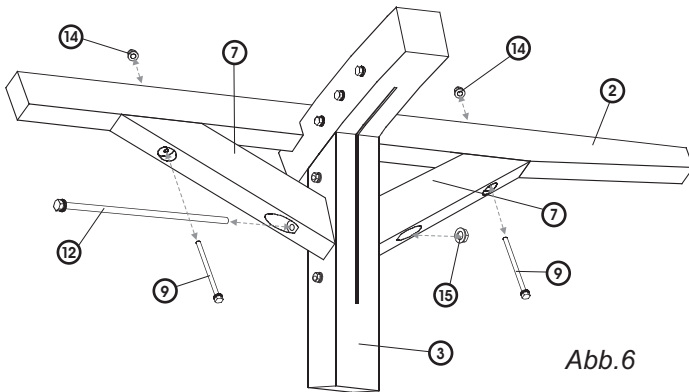

Abb. 6
d) Das Kopfband ⑦ wird an der äußeren Latte ② mit den Schrauben M10/165 ⑨, Muttern ⑭ und Unterlegscheiben ⑮ befestigt. Mit den Schrauben M12/300 ⑫, Muttern ⑮ und Unterlegscheiben ⑰ werden beide Kopfbänder am Pfosten ③ befestigt. (Abb. 6)